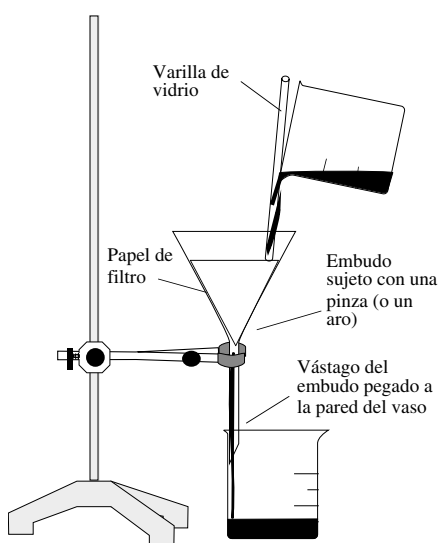
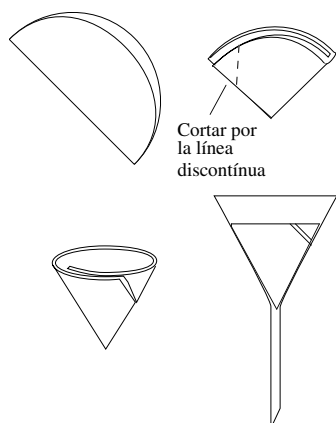

Figura 4
Figura 5
- 2 El enrase debe hacerse con sumo cuidado procurando que sea la parte baja del menisco la que quede a ras de la señal de aforo (figura 4).
Para filtrar a presión normal, se opera tal como se muestra en la figura 4. El embudo debe tener un ángulo aproximado de 60° y vástago largo, con lo que el líquido al llenarlo hará disminuir ligeramente la presión en la cara inferior del papel de filtro, favoreciéndose así la velocidad de filtración. El papel de filtro se escogerá de tal forma que su porosidad se halle en consonancia con el tamaño de la partícula del precipitado. Se colocará de la forma que se muestra en la figura 5. Una vez colocado en el interior del embudo, se humedecerá el papel con el líquido de lavado, con el fin de que la superficie externa del papel se adhiera perfectamente con la pared interna del embudo.